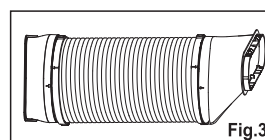

Fig.3
4. Dopo il montaggio, come sotto la fig. (fig. 3)